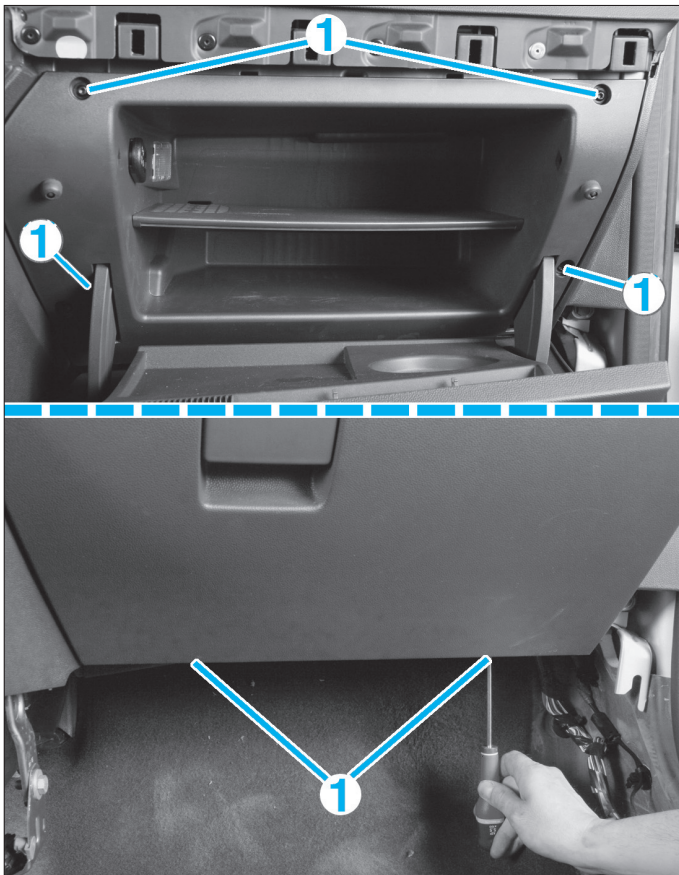

FIG. 5
- Déposer les vis de fixation (1) de la boîte à gants (fig. 5).
- Déposer la boîte à gants (fig. 5).